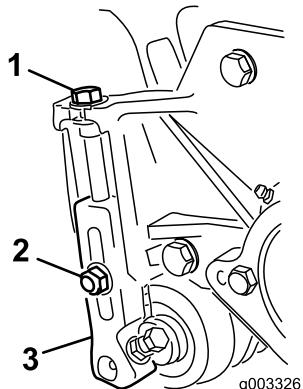

Figura 15
1. Afloje las contratuerzas que fijan los soportes de altura de corte a las chapas laterales de la unidad de corte (Figura 15).